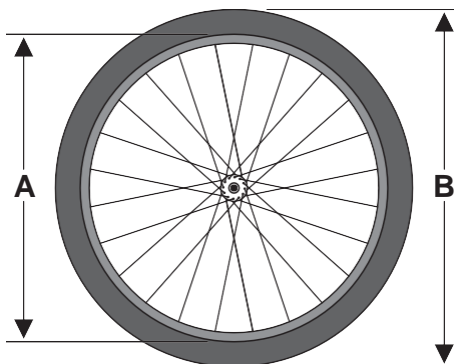
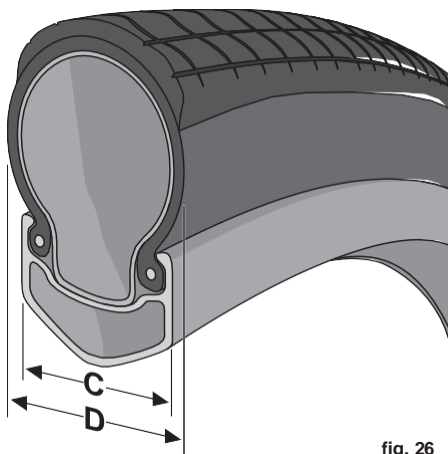

fig. 25
fig. 26
Les jantes et les pneus sont disponibles dans une large gamme de diamètres (fig. 25) et de largeurs (fig. 26). Le diamètre nominal de la jante (A) doit correspondre au diamètre nominal du pneu (B) et la largeur de la jante (C) doit être compatible avec la largeur du pneu (D).